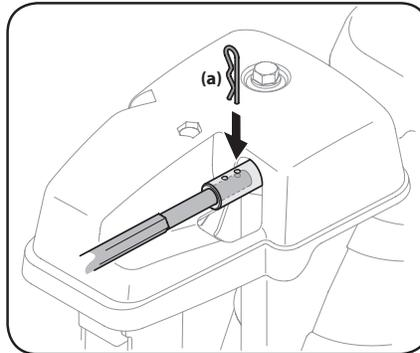

Figura 2-27
7. Empuje la varilla de control del canal hacia el tablero de control hasta que el orificio de la varilla quede alineado con el de la entrada del control del canal que esté más cerca del cabezal de control del canal, e inserte el sujetador de horquilla (a) que extrajo en el Paso 1. Consulte Figura 2-27.